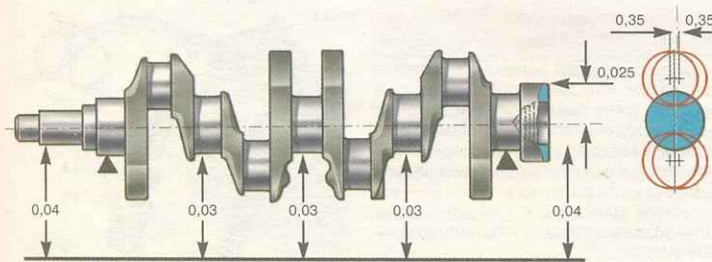

Рис. 3.37. Допустимые биения основных поверхностей коленчатого вала
– неперпендикулярность по отношению к оси коленчатого вала торцевой поверхности фланца. При проворачивании вала индикатор, установленный сбоку на расстоянии 34 мм (рис. 3.37) от оси вала, не должен показывать биения более 0,025 мм.